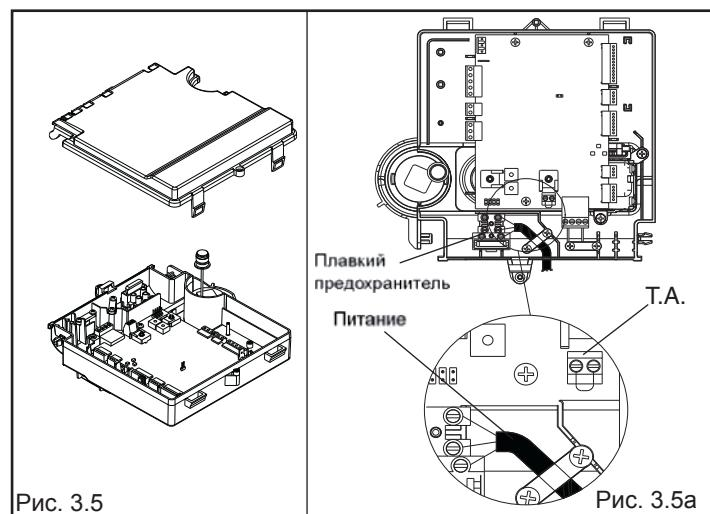

Рис. 3.5
- Снимите крышку, которая закрывает клеммную колодку (рис. 3.5)
температуры в помещении, которые вы хотите подключить (рис. 3.5а)
Рис. 3.5а